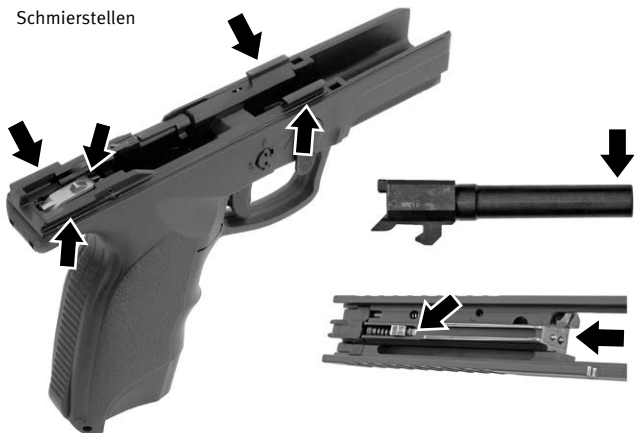

Abb. 26
Reinigen Sie das Verschlussstück, die Führungsschienen, die Lauf-Außen- und die Innenbohrung wie folgt (siehe Abb. 26).
3. Tragen Sie einen dünnen Film von Waffenöl auf die gereinigten Stellen, den Schlagbolzen und am äußeren Laufende wie in Abbildung 26 gezeigt auf.